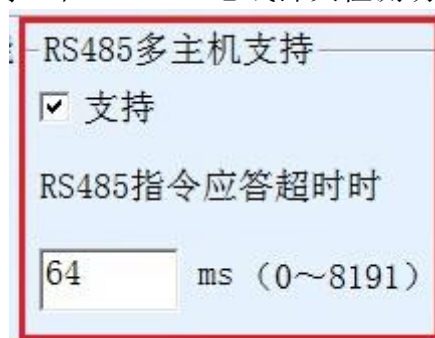

图 34 RS485 多主机支持
如图 34 所示的“RS485 多主机支持”和“RS485 总线冲突检测功能”就是卓岚的多主机功能。它们一般是同时启用和同时禁用的。启用后让转化协议为 Modbus TCP 的设备具有存储型 Modbus 网关功能，否则为非存储型 Modbus 网关；如果转化协议为无，一般可以让用户自定义的 RS485 协议也具有多个主机同时访问的串口设备的功能，这在纯粹的 RS485 网络中是无法实现的，因为多个主站同时发送会在 RS485 总线上产生冲突。卓岚串口服务器的多主机可以对 RS485 总线进行“协调”从而达到多主机访问的目的。
2. 图 34 所示为“RS485 指令应答超时时间”，一般根据来回应答的指令长度决定，如果发送指令为 N 字节，应答为 M 字节，那么建议设置的值为：“数据包间隔” \times (N+M+5) +100。